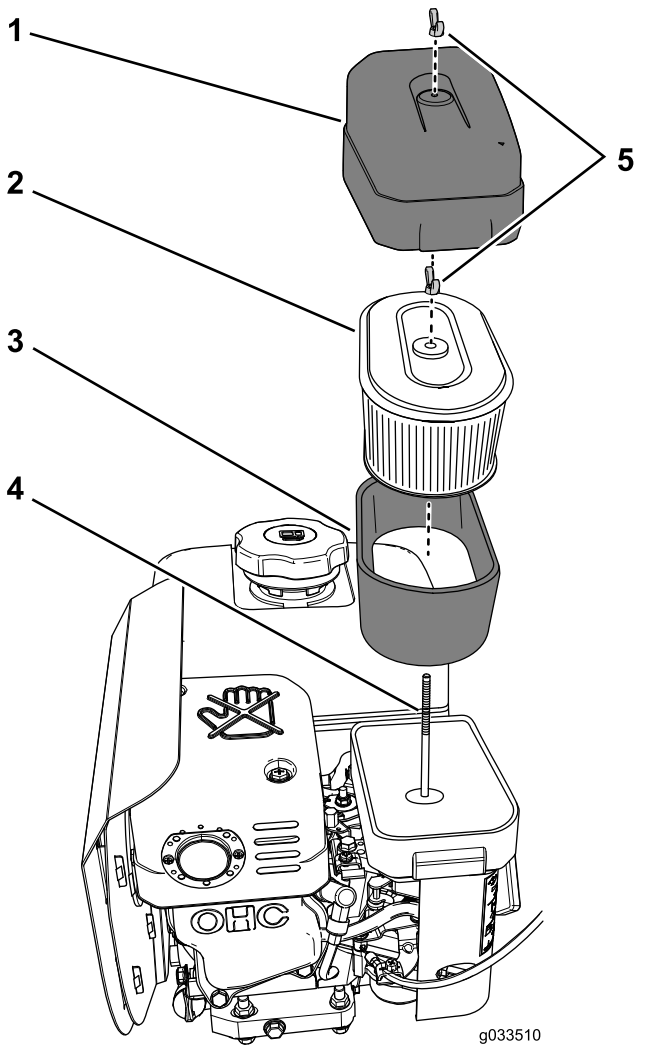

Figure 12
2. Nettoyez la surface autour du filtre à air pour éviter que des impuretés n'endommagent le moteur en tombant à l'intérieur (Figure 12).
3. Tournez l'écrou à oreilles dans le sens antihoraire qui fixe le couvercle du filtre à air et déposez le couvercle (Figure 12).
4. Tournez dans le sens antihoraire l'écrou à oreilles qui fixe les éléments en papier et en mousse, et déposez les éléments de la tige de maintien (Figure 12).
5. Sortez délicatement l'élément en mousse de l'élément en papier (Figure 12).
1. Vérifiez que l'élément n'est pas déchiré, couvert d'une pellicule grasse ou endommagé (Figure 12).
1. Glissez délicatement l'élément en mousse sur l'élément en papier (Figure 12).
2. Alignez le trou dans la plaque supérieure de l'élément filtrant en papier sur la tige de maintien du carburateur (Figure 12).
3. Fixez les éléments filtrants au carburateur à l'aide de l'écrou à oreilles (Figure 12) que vous avez retirés à l'opération 4 de Retrait des éléments en mousse et en papier \(page 10\).
4. Alignez le trou dans le couvercle du filtre à air sur la tige de maintien (Figure 12) et fixez le couvercle sur la tige à l'aide de l'écrou à oreilles que vous avez retiré à l'opération 3 de Retrait des éléments en mousse et en papier \(page 10\).